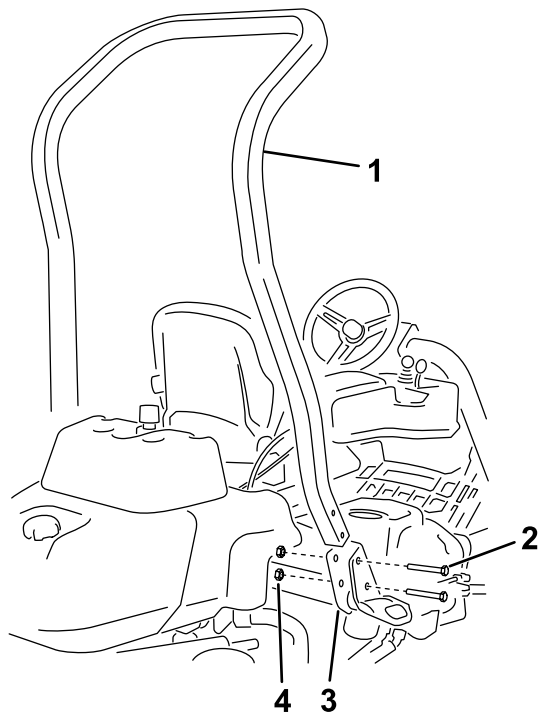

Figura 3
3. Utilizzate 4 bulloni (½" x 3¾") e 4 dadi flangiati (½") per montare il roll bar nelle staffe del ROPS su ciascun lato della macchina, come illustrato nella Figura 3.